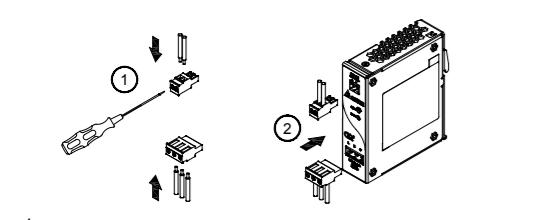

Figure 4
ACHTUNG: Befestigung zwischen Kabel und Gehäuse (Abb. 4 (1)) muss erfolgen, bevor der Stecker in den Anschlussverteiler gesteckt wird (Abb. 4 (2)).
Caution: Must tighten wire to housing (Fig. 4 (1)) before plugging into the terminal block connection (Fig. 4 (2)).